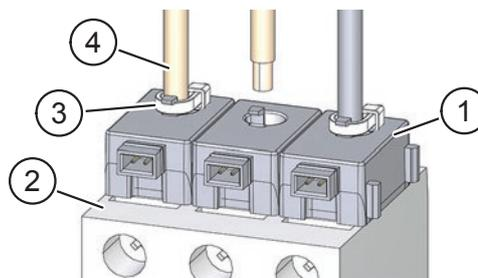

Fig. 3: Installazione dei sensori di corrente
- Posizionare i sensori di corrente concatenati (Pos. 1 in Fig. 3) sul lato superiore del disgiuntore (Pos. 2 in Fig. 3), in modo che le aperture nei sensori di corrente siano allineate alle aperture per i conduttori sul disgiuntore.
- Far passare i conduttori (Pos. 4 in Fig. 3) attraverso le aperture nei sensori di corrente e fissare i conduttori ai morsetti del disgiuntore.
- Fissare entrambi i conduttori esterni ai naselli dei sensori di corrente con delle fascette (Pos. 3 in Fig. 3).